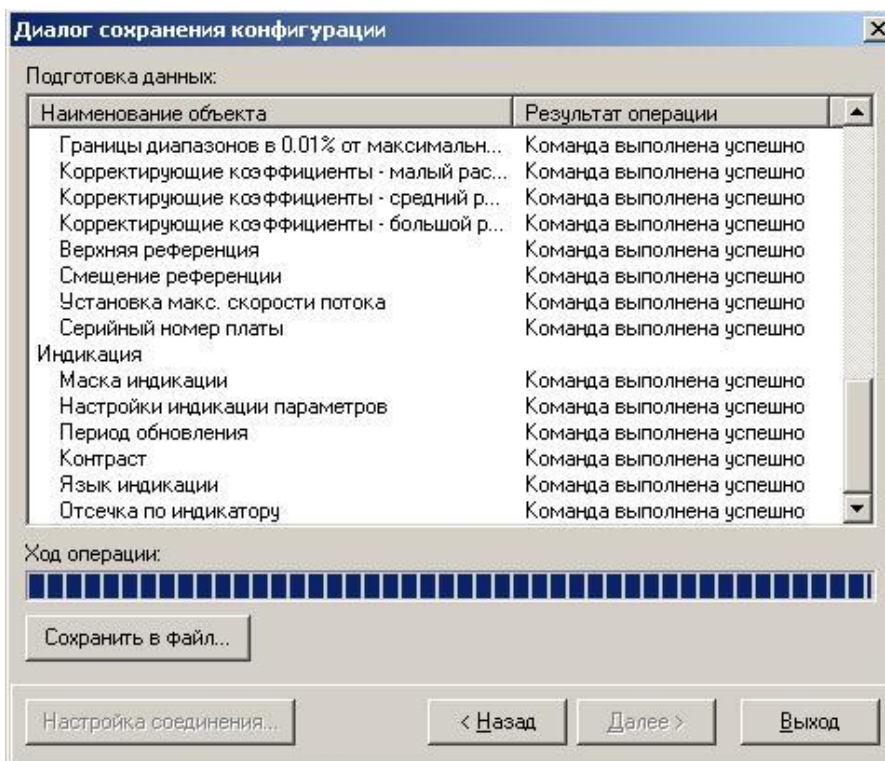

Рис.22. Окно «Диалог сохранения конфигурации» / «Ход операции»
- после окончания считывания всех выбранных параметров станет активной кнопка «Сохранить в файл», нажав которую можно ввести имя файла и сохранить прочитанную конфигурацию (рис.22):